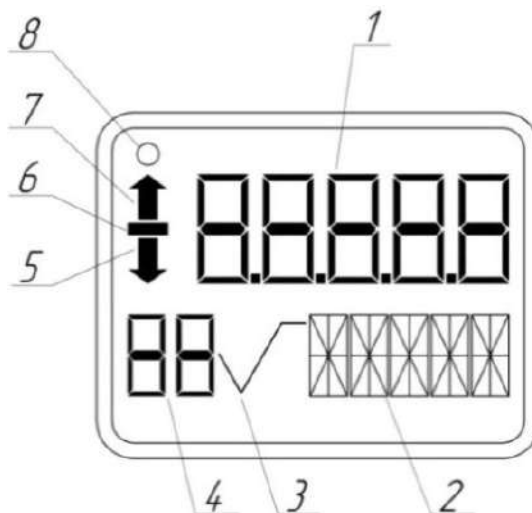

Рисунок 17 – Дисплей ЖК-индикатора
3.6.2 При наличии ЖК-индикатора (рисунок 17) на дисплее отображается: